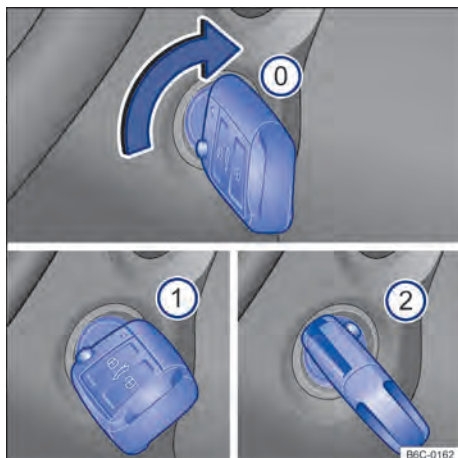

Fig. 90 Ao lado do volante, à direita: posições da chave do veículo no cilindro da ignição.
Posições da chave do veículo → Fig. 90
- ① Ignição desligada. A chave do veículo pode ser retirada.
- ① Ignição ligada.
- ② Pisar no pedal do freio (*veículos com transmissão automática*), ou no pedal da embreagem (*veículos com transmissão manual*) e ligar o motor. Quando o motor pegar, soltar a chave da ignição. Ao soltar, a chave do veículo retorna à posição → Fig. 90 ①.
- *Veículos com cilindro da ignição:* girar a chave do veículo na posição → Fig. 90 ①. A ignição está ligada. Nesse instante a luz de controle do sistema de partida aquecida ⚡ irá se acender no instrumento combinado. Aguardar que a luz de controle ⚡ se apague indicando o término do aquecimento do combustível (esta ação poderá ser necessária em condições de partida com o motor frio).
- *Veículos com cilindro da ignição:* girar a chave do veículo no cilindro da ignição para a posição → Fig. 90 ② – não acelerar. Quando o motor começar a funcionar, soltar a chave do veículo no cilindro da ignição.
- *Veículos com cilindro da ignição*: girar a chave do veículo no cilindro da ignição na posição → Fig. 90 .